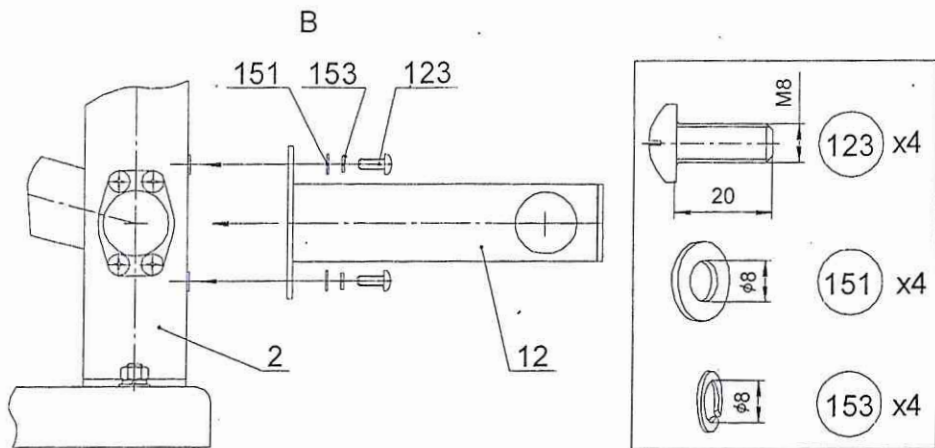

Рис.10
9.3.3.3 Установить и закрепить опору ножную поз.12 (рис.10)